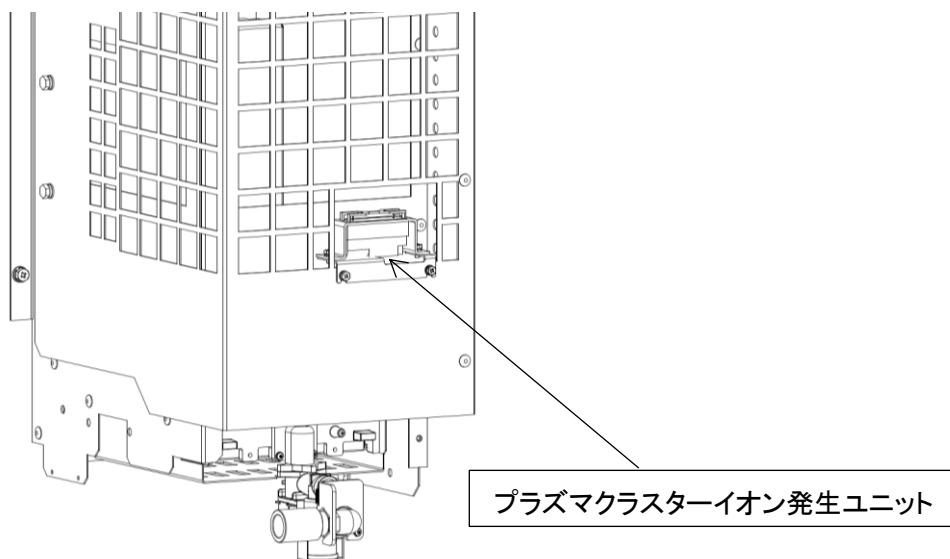

図 9-16
9.3.11 プラズマクラスターイオン発生ユニット(図 9-16、17、18)